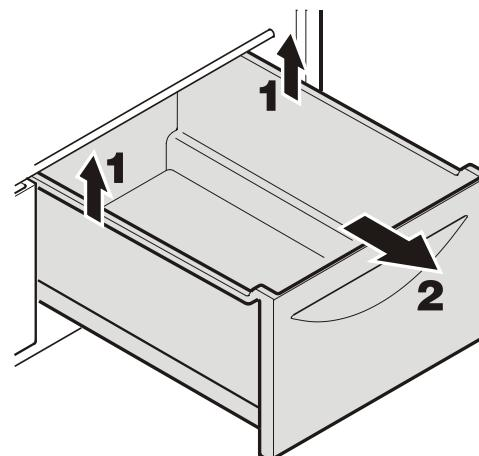

Figura 15
Extraiga del todo el cajón, cójalo de la parte posterior y levántelo - **Figura 15.**
- Retire los cajones para fruta/verdura según se muestra en la **Figura 15**.